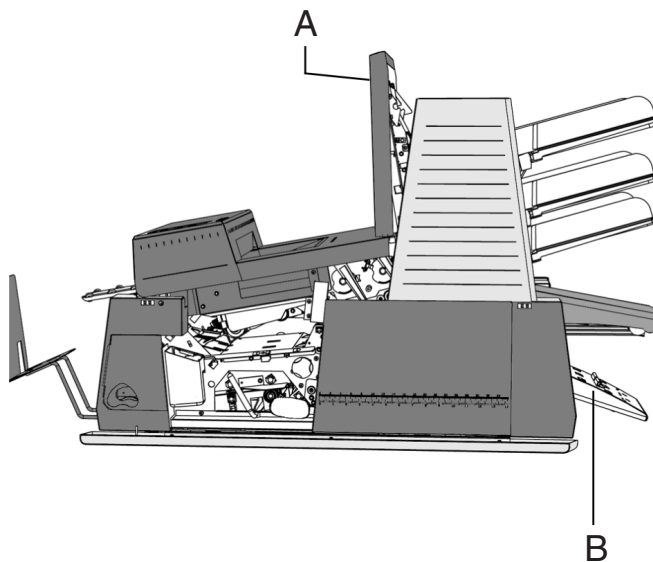

Abb. 61
- Handgriff A nach oben ziehen (Abb. 61) und die obere Abdeckung in die vertikale Position ziehen.
- Handgriff A nach oben ziehen (Abb. 61) und die obere Abdeckung in die senkrechte Position ziehen.
- Sortierer B (Abb. 61) nach unten drücken.